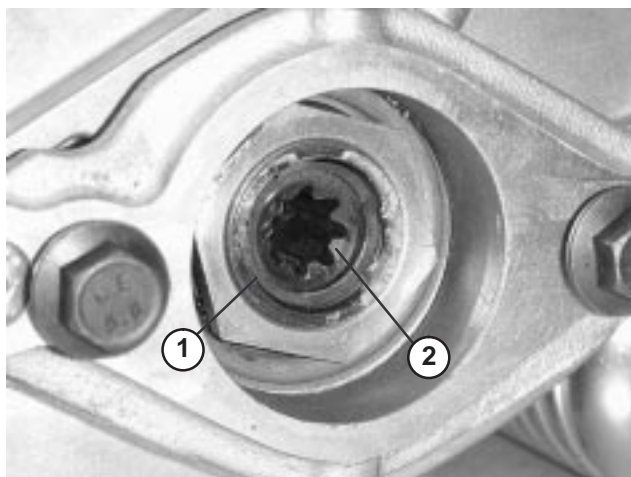

Bild 7
1. Motorbefestigung 3. Inbusschraube (2)
D. Nehmen Sie den Sprengring ab, mit dem die Antriebskupplung im Spindelrohr befestigt ist (Bild 7). Nehmen Sie die Antriebskupplung ab.